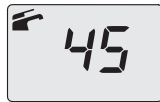

Рисунок 3.5
- На дисплее будет показана температура котла (первичный контур) и символ «|||» (Рисунок 3.5).